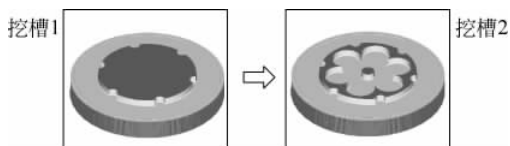

图 5-72 实体验证模拟过程
(16) 对岛屿挖槽路径进行模拟操作,调整模拟加工速度为合适值,加工结果如图 5-72。
(17) 选择菜单“文件”→“保存”命令,保存文件。